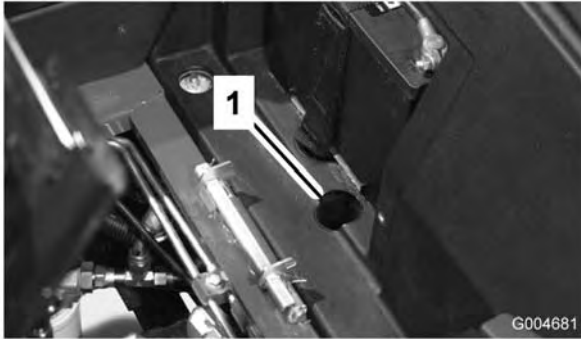

Figura 28
1. Alzate il sedile e togliete il coperchio della batteria. La valvola di bypass si trova davanti alla batteria (Figura 28).